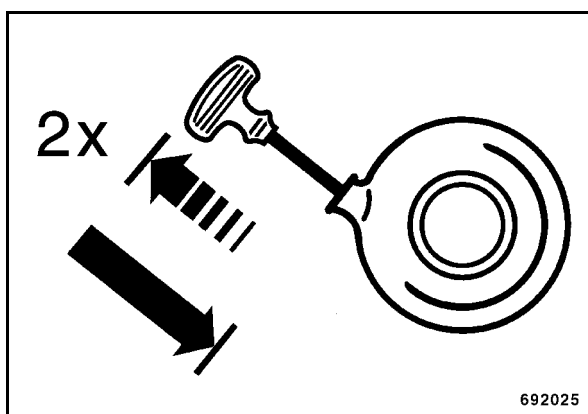

Fig. 15
- Tirar dos veces ligeramente de la empuñadura del arrancador (Fig. 15) hasta notar una resis-